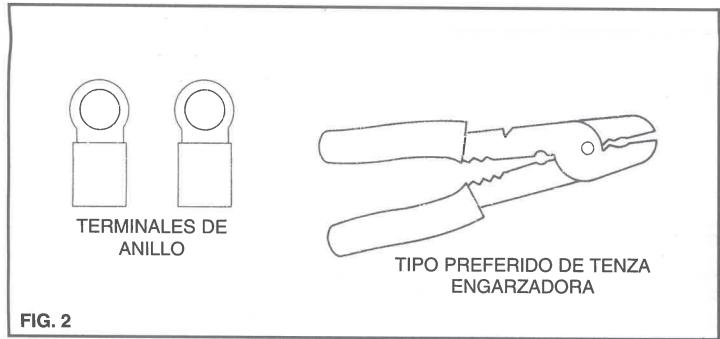

FIG. 2
C) Para algunas de las bombas es necesario que se corten los cables cerca del conector o terminales existentes, y pelar 1/4 de pulgada de aislación de los cables. Plegue los nuevos terminales usando la herramienta recomendada. (Fig. 2) Si hay un protector de caucho en el terminal, lo puede quitar y desechar.